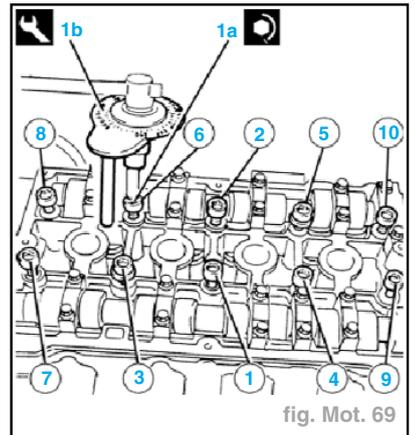

fig. Mot. 69
- Serrer les vis (1a) de culasse (à l'aide de l'outil (1) pour le serrage angulaire) (fig. Mot. 69) :